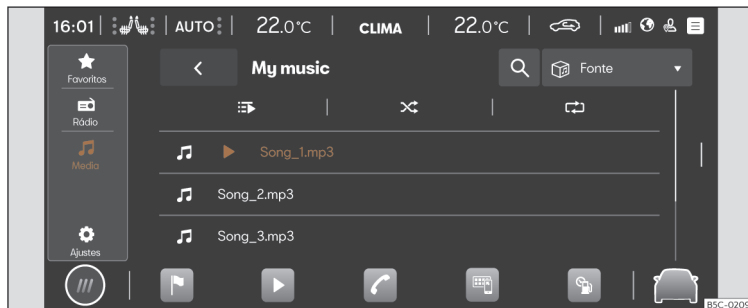

Fig. 175 Representação esquemática: Vista Multimédia.
- Pressione **HOME** > ► > 🎵 >>> **Fig. 175**.